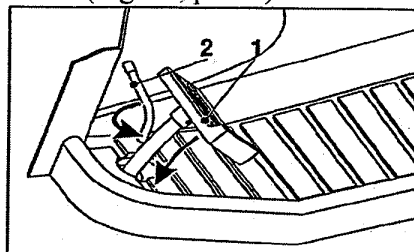

Fig. 15
3. Appuyer à fond sur la pédale de frein, et la maintenir (Fig. 15, pos. 1).
### FREIN (Fig. 15)
Le levier de frein de parking est utilisé pour bloquer la pédale de frein en position frein (Fig. 15; pos. 2).
A l'arrêt, enfoncer la pédale de frein et la bloquer (Fig. 15, pos. 1 et 2)